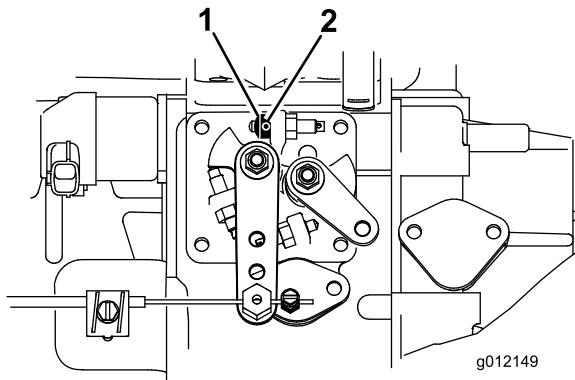

Figura 6
1. Afloje el tornillo de fijación del tope del acelerador (**Figura 6**).
2. Deslice el tope del acelerador sobre el tornillo de tope de ralentí alto (**Figura 6**). El extremo achaflanado del tope del acelerador debe quedar hacia fuera.